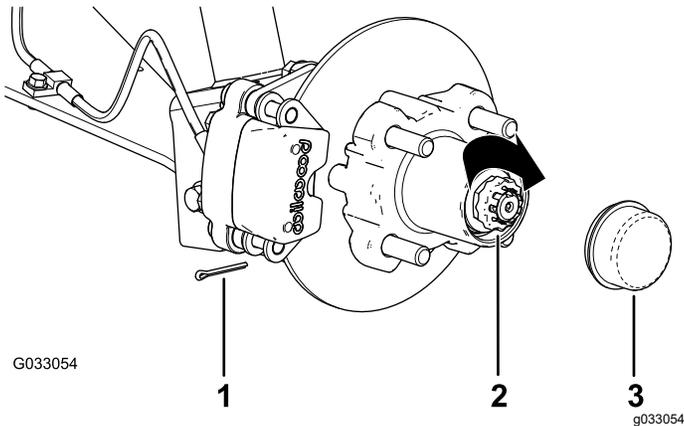

图 35
- 将卡环安装到螺母上检查卡环内的槽与主轴上开口销孔的对齐情况图 35。
- 安装开口销并扳弯卡环周边的各个腿图 35。
- 将防尘盖安装到轮毂上图 35。